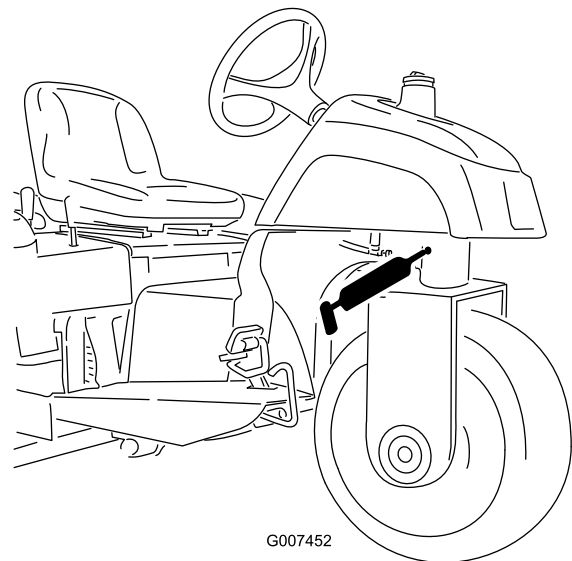

Figure 25
- Pivots de direction (Figure 25)
Remarque: Le raccord encastré sur le pivot de direction (Figure 25) nécessite un adaptateur pour la pompe à graisse. Vous pouvez le commander chez les distributeurs Toro agréés (Réf. 107-1998).